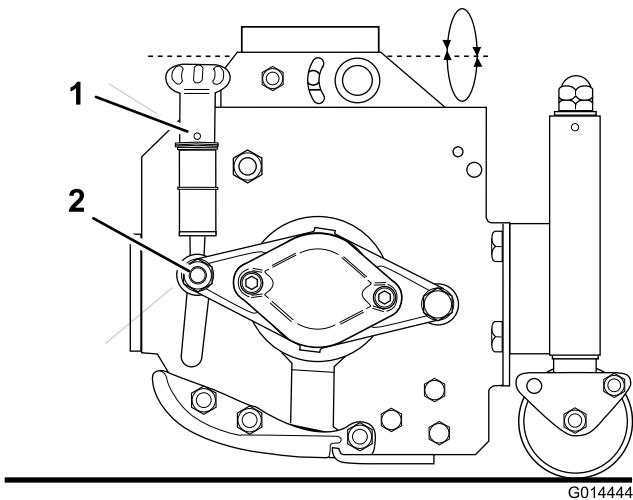

Bild 69
3. Wenn eine Einstellung nötig ist, lösen Sie die Mutter (Bild 69) um eine 1/4 Drehung an beiden Enden.
4. Drehen Sie das Handrad (Bild 69) abwechselnd an beiden Enden, während Sie den Schneidzylinder rückwärts drehen, bis das Untermesser über seine gesamte Länge hinweg leichten Kontakt mit dem Zylinder hat.
6. Ziehen Sie die Mutter (Bild 69) an beiden Enden an.